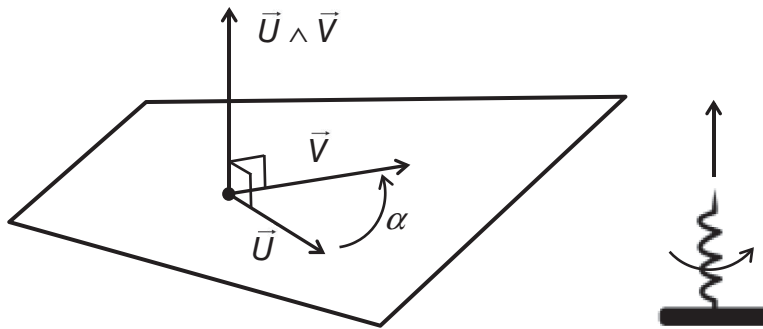

Figure 1.1
- La base de vecteurs  $(\vec{U}, \vec{V}, \vec{W})$  est de sens direct. Cela signifie qu'on peut déterminer le sens de  $\vec{W}$  en « faisant tourner » le vecteur  $\vec{U}$  sur le vecteur  $\vec{V}$  et en utilisant la règle du tire-bouchon (figure 1.1).